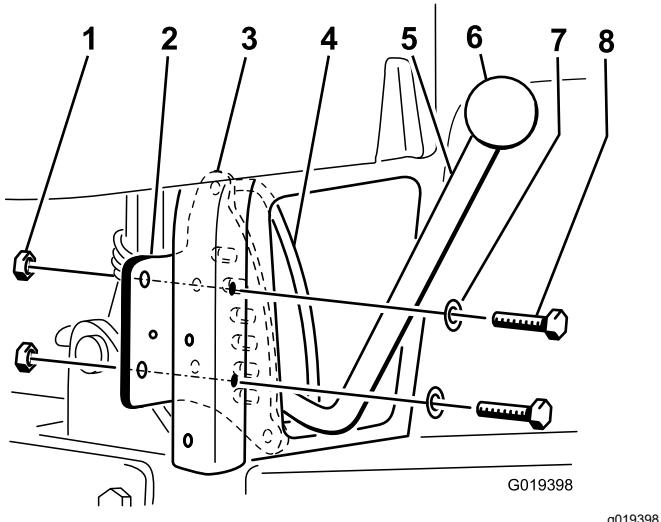

Figura 3
Nota: A pega deve passar entre a placa de detenção e o guia da pega (Figura 3).
7. Instale a placa de detenção na parte posterior do tubo vertical traseiro direito da estrutura com dois parafusos (5/16 x 2 1/4 pol.), as duas anilhas removidas no passo 4 e duas porcas de bloqueio (5/16 pol.). Posicione as peças como se indica na Figura 3.
8. Enrosque o manípulo na pega de elevação (Figura 3).